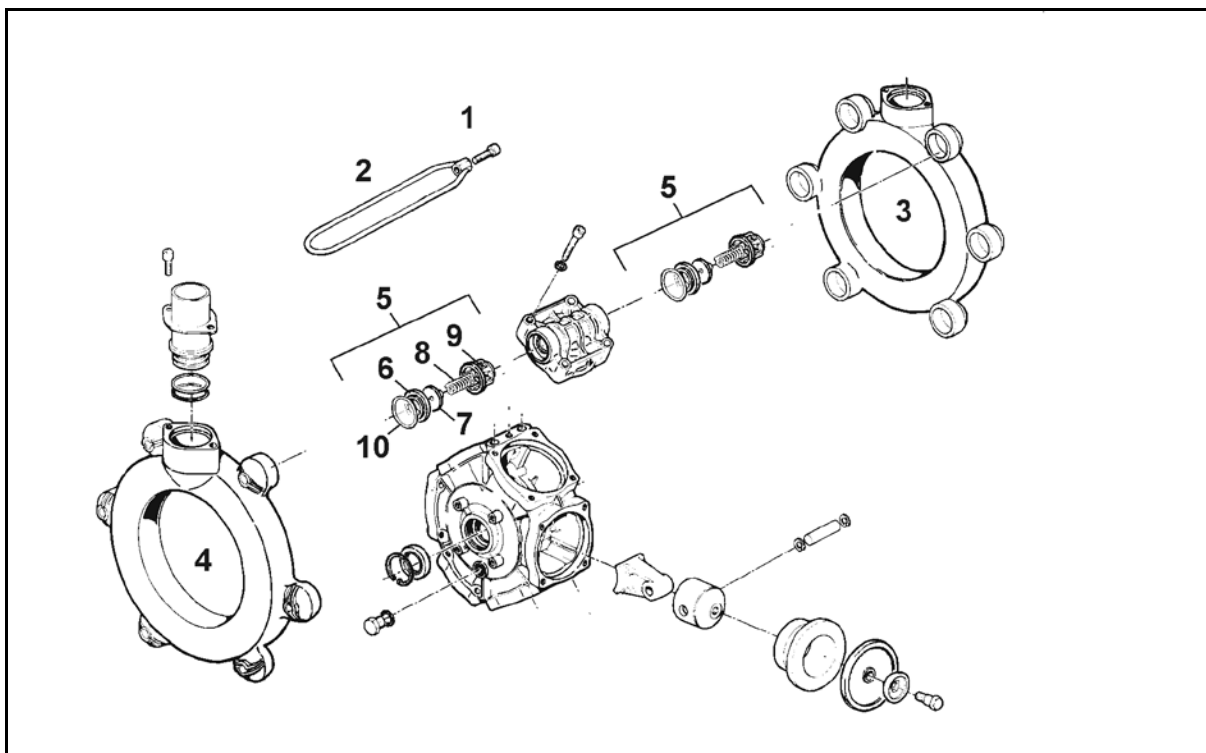

Fig. 173
- Verificați cel puțin anual starea ireproșabilă a membranei pistonului (Fig. 173/8) prin demontare.
- Aveți în vedere poziția de montare a supapelor de aspirare sau presiune, înainte de a scoate grupurile de ventile (Fig. 173/5).
- Înlocuiți în principiu toate membranele pistoanelor (Fig. 173/8), chiar dacă numai o membrană a pistonului este umflată, ruptă sau poroasă.
2. Desfaceți șuruburile (Fig. 173/1) și înlăturați cadrul de strângere (Fig. 173/2).
3. Înlăturați canalele de aspirare și de refulare (Fig. 173/3, Fig. 173/4) inclusiv grupurile de supape (Fig. 173/5).
4. După înlăturarea șuruburilor (Fig. 173/6), scoateți capul cilindrului (Fig. 173/7).
5. Verificați membrana pistonului (Fig. 173/8).
- Fixați membrana pistonului (Fig. 173/8) cu șaiba de susținere și cu șurubul (Fig. 173/11) de pistonul (Fig. 173/9), astfel încât marginea să fie îndreptată spre partea capului cilindrului (Fig. 173/7).
- Strângeți neapărat piulițele (Fig. 173/1,2) cruciș, cu momentul de strângere indicat. Strângerea necorespunzătoare a piulițelor duce la tensionare și astfel la neetanșeitate.
1. Desfaceți șurubul (Fig. 173/11) și scoateți membrana pistonului (Fig. 173/8) împreună cu șaiba de susținere, de pe pistonul (Fig. 173/9).
3. Scoateți cilindrul (Fig. 173/10) din carcasa pompei.
6. Reașezați cilindrul (Fig. 173/10) în carcasa pompei.
7. Montați membrana pistonului (Fig. 173/8).
8. Prindeți în flanșă capul cilindrului (Fig. 173/7) de carcasa pompei și strângeți șuruburile (Fig. 173/6) uniform în cruce.
9. După verificare și curățare montați grupurile de supape (Fig. 173/5).
11. Canalul de aspirare (Fig. 173/3) și cel de presiune (Fig. 173/4) se prind cu flanșe de carcasa pompei.
12. Strângeți piulițele (Fig. 173/1,2) cruciș, cu un cuplu de **11 Nm**.